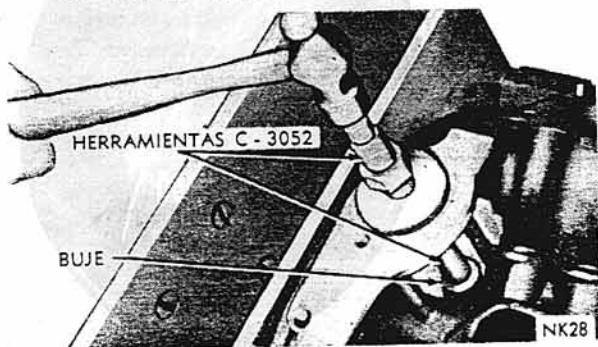

Fig. 29 - Instalación del Bujes del Eje Impulsor del Distribuidor
2. Guíese el buje y la herramienta a su posición usando un martillo en forma suave (Fig. 29).